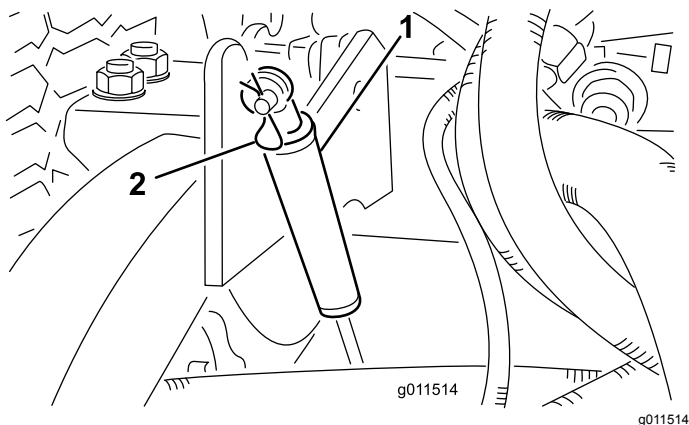

Bild 103
2. Nehmen Sie den Lastösenbolzen ab, mit denen die Stoßdämpfer an den Hubarmen befestigt sind (**Bild 103**). Drehen Sie die Stoßdämpfer zum Mähwerkgehäuse